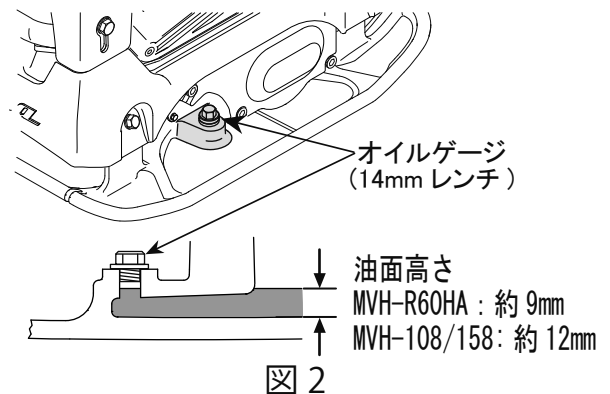

図 2
- 本機を水平にして起振体のオイルゲージを外し、オイルが規定量入っているか点検してください。不足している場合は、エンジンオイル10W-30を入れてください。(図2)